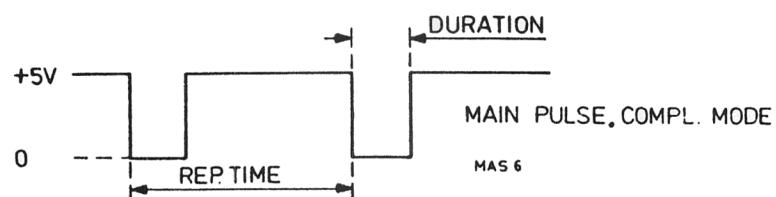

Abb. VI-3. Komplementäre Hauptimpulse
- Wahlweise COMPL. drücken und die komplementären Impulsreihe nach Abb. VI-3 beobachten.